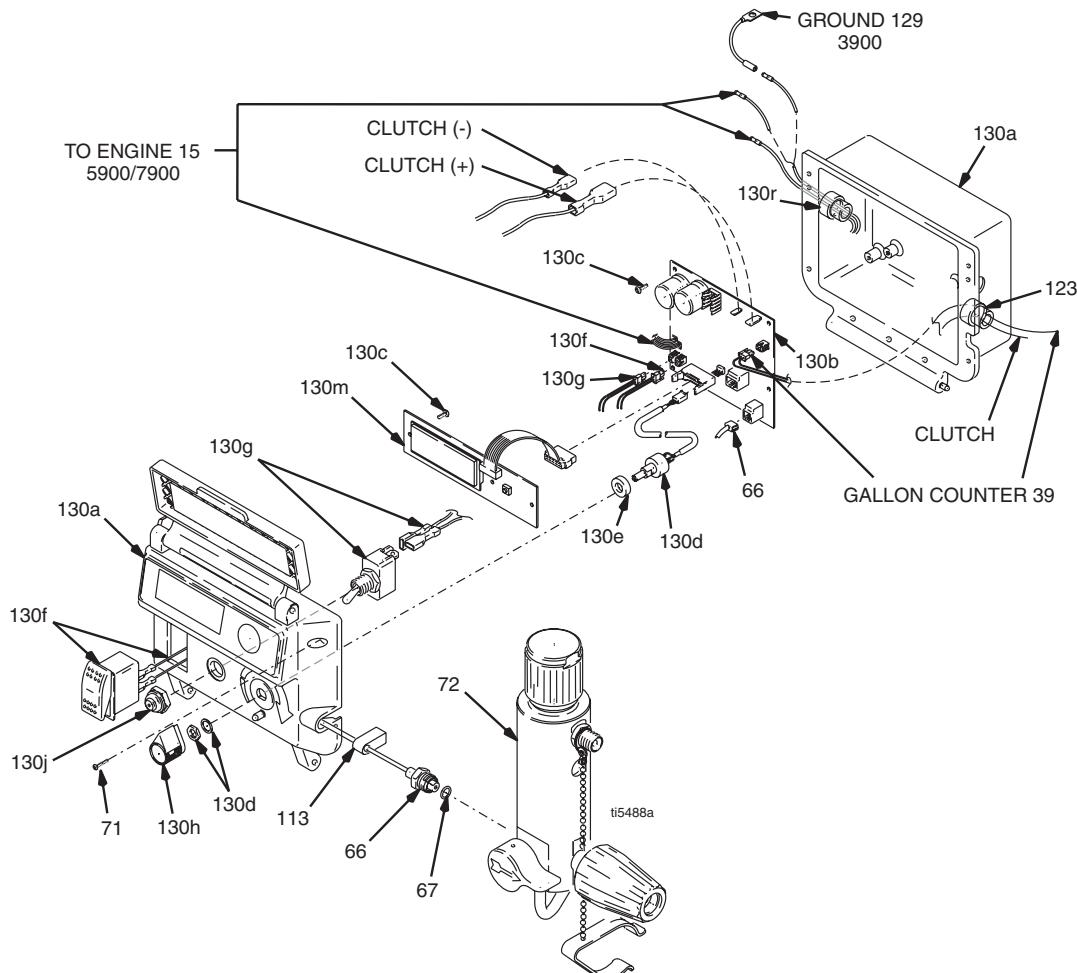

Рис. 14
- a. Рис. 14. Отверните два винта (71) и отодвиньте кожух (130a).
- Рис. 14. Подключите соединители троса сцепления ко внутренней стороне регулировки давления.
- Проверьте размеры: Приставьте твердый, прямой стальной брус (B) наискось к поверхности картера сцепления (19). Используйте точные измерительные инструменты для измерения расстояния между бруском и поверхностью зажима. Отрегулируйте зажим по надобности. Затяните два болта (24) до 125 ± 10 дюйм-фунт ($14 \pm 1,1$ н./кв.м)
- Рис. 14. Отверните два винта (71) и отодвиньте кожух (130a) на Рис. 14.
- Рис. 14. Отверните два винта (71) и отодвиньте кожух кожух (130a)
- Подвод от трансдуктора (66)
- Подвод от датчика счетчика галлонов (39)
- Рис. 14. Установите четыре винта (130c) и контрольное табло (130b).
- Отсоедините подвод трансдуктора (66) от контролльного табло (130b).
- Вытащите соединитель трансдуктора через проходную изолирующую втулку (113).
- Снимите трансдуктор регулировки давления (66) и кольцевое уплотнение (67) с корпуса фильтра (72).
- Рис. 14. Установите кольцевое уплотнение (67) и трансдуктор регулировки давления (66) на корпус фильтра (72). Затяните до 35 - 45 дюйм-фунт.
- Подсоедините подвод трансдуктора (66) к контролльному табло (130b).
- Отодвиньте кожух (130a) и закрепите двумя болтами (71).
- Рис. 14. Установите потенциометр, гайку вала, шайбу Гровера и ручку потенциометра (130h).